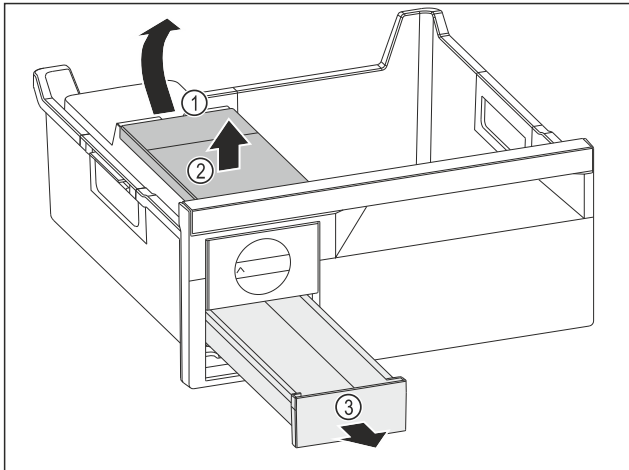

Fig. 90
- ▶ Вийняти бак для води: підняти бак для води за заглиблення Fig. 90 (1).
- ▶ Вийняти бак для води Fig. 90 (2) рухом вгору.
- ▶ Вийняти висувний ящик для кубиків льоду Fig. 90 (3) рухом вперед.